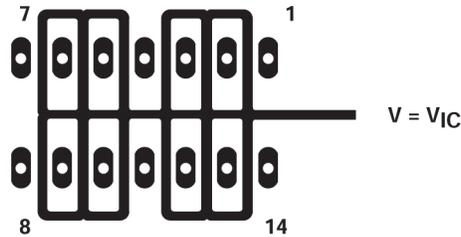
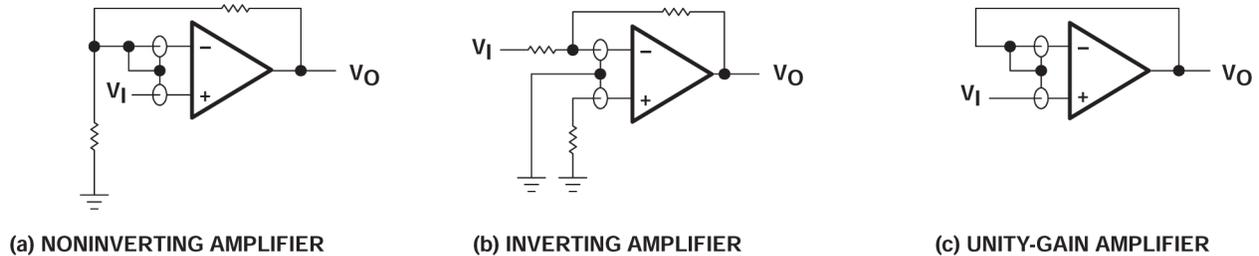

図 6-4. デバイス入力周辺の絶縁メタル (N パッケージ)
図 7-5. ガードリング方式
1. デバイスを他の潜在的なリーク源から絶縁します。デバイス入力周囲と間に、接地されたシールドを使用します (図 6-4 を参照)。そうしなければ入力に流れ込む可能性のあるリーケージがシャントされます。
性があります。ベストプラクティスとして、入力周囲にガードリングを含めます（「パラメータ測定情報」セクション図 6-4 のものと同様）。これらの保護は、同相入力と同じ電圧レベルで低インピーダンスのソースから駆動します（図 7-5 を参照）。